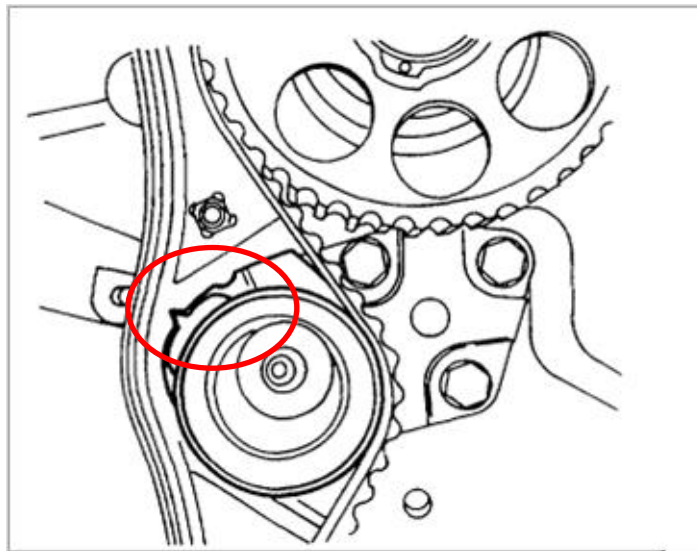

Fig. 9
6. ställ in spännarens pekare i linje med pekaren på spännarens baksida, genom att rotera vattenpumpen moturs med specialverktyg, (GAT V501A eller OE: J-42492 eller KM-421-A). (Fig. 9)